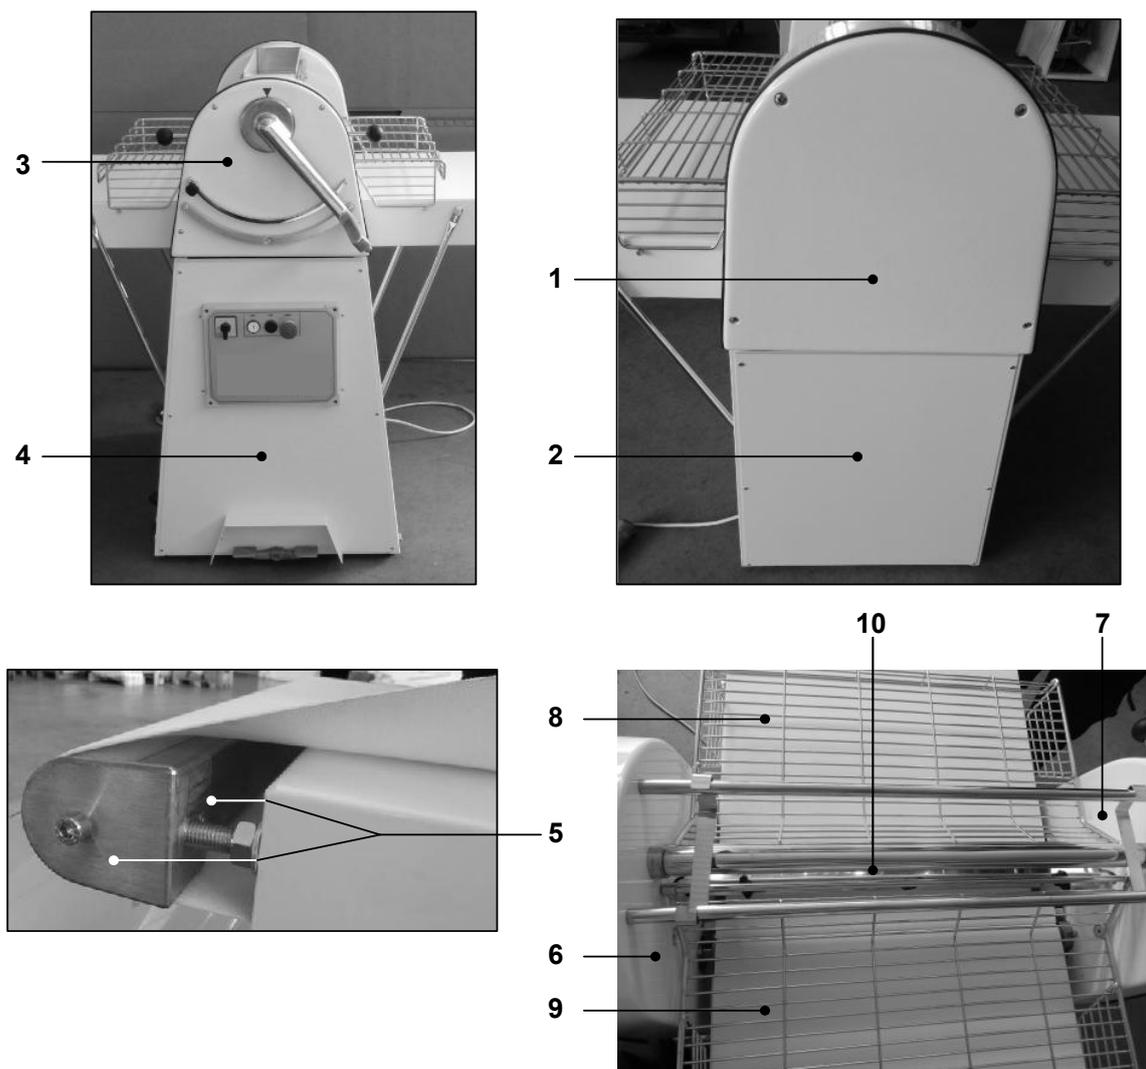

Figura 32 - Ripari fissati con viti o mezzi analoghi
2. **Ripari fissi:** si tratta di ripari tenuti bloccati da elementi di fissaggio che non possono essere rimossi senza l'uso di attrezzi; essi, se correttamente montati e fissati alla struttura portante, rendono inaccessibili in particolare (ma non solo) gli organi di trasmissione del moto a rulli di laminazione e cilindri di traino e guida dei tappeti. In dettaglio (Figura 32):
|  | Vietato rimuovere le protezioni e/o disattivare i dispositivi di sicurezza(con riferimento alla Figura 32 su uno dei ripari rif. 1 - 2, su uno dei ripari rif. 3 - 4, , all'interno delle spalle rif. 6)Sfondo bianco, bordo esterno e barra diagonale rossi, pittogramma nero. |
|  | È vietato pulire, lubrificare, ecc. organi della macchina in movimento(con riferimento alla Figura 32 su uno dei ripari rif. 1 - 2, su uno dei ripari rif. 3 - 4, , all'interno delle spalle rif. 6)Sfondo bianco, bordo esterno e barra diagonale rossi, pittogramma nero.     |